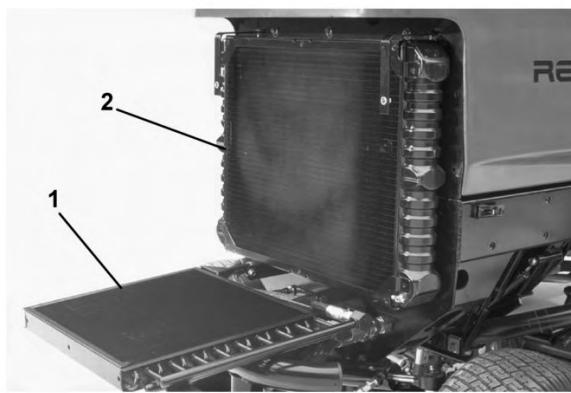

図 74
3. オイル・クーラのノブをゆるめてクーラを後ろに傾ける（図 74）。オイル・クーラとラジエターの裏表を圧縮空気で丁寧に清掃する。水を使用しないこと。フードを明け、機体後部に向けてゴミを吹き飛ばす。清掃が終了したらオイル・クーラを元に戻しノブを締める。